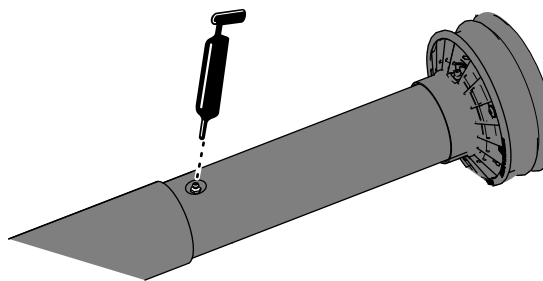

Рисунок 10
3. Частично выдвиньте приводной вал механизма отбора мощности, чтобы получить доступ к масленке для консистентной смазки рядом со средней частью встроенного кожуха приводного вала (Рисунок 10).
4. Заправьте консистентной смазкой масленку для консистентной смазки телескопического соединения приводного вала, как показано на Рисунок 10.